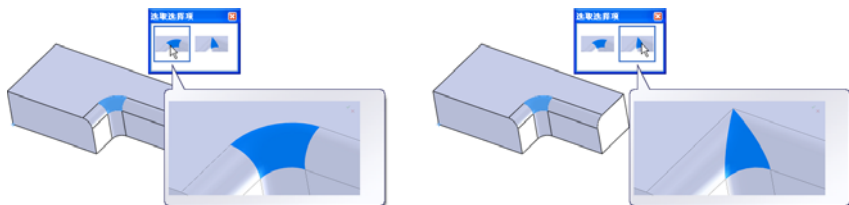

图 5-19 圆角交替预览
- 显示选择：单击该按钮后弹出“选取选择项”对话框，系统会以弹出的样式显示交替圆角预览，如图 5-19 所示。